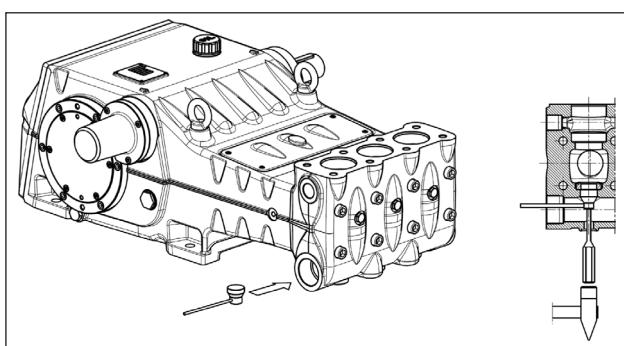

图 113
如果吸入阀组件的抽取特别困难（例如，由于泵长时间不活动导致结垢），请使用提取工具（代码27516200）（用于LK36-LK40-LK45）或（代码27516300）（用于LK50-LK55-LK60）（位置①, 图 113）并按照指示操作。